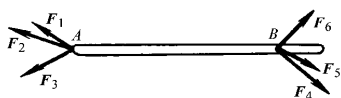

图 1-6
- 1-4 一杆两点上受力如图 1-6 所示，若此杆平衡，则此杆是二力杆吗？